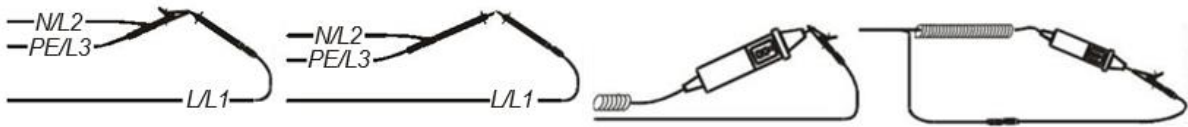

Bild 5.5: kurzgeschlossene Messleitungen
1. Schließen Sie die Messleitungen zunächst kurz, wie in Abbildung 5.5